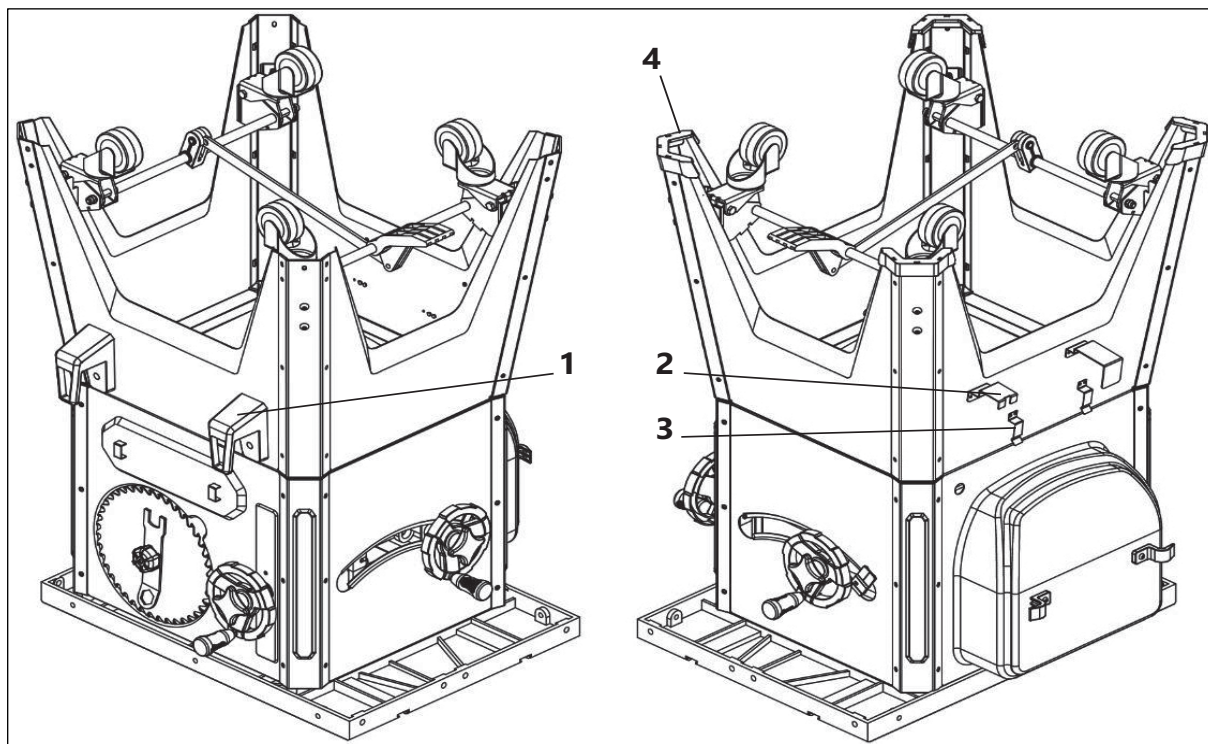

Рисунок 11.
Прикрепите кронштейны 1 для хранения параллельного упора на правой панели основания при помощи двух болтов, плоских шайб и гаек (рис. 11).
Прикрепите кронштейны 2 толкателя на левой панели основания при помощи четырех винтов и плоских шайб (рис. 11).
- Пильный диск и ключ закреплены на корпусе станка (рис. 11), отсоедините их.